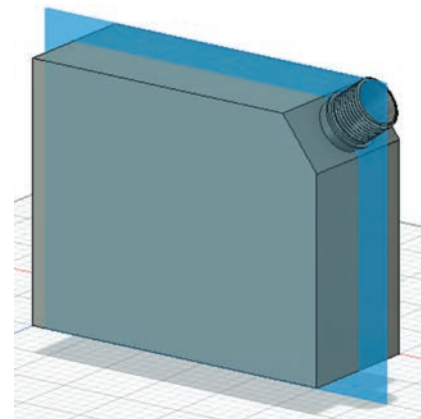

Рис. 53. Выбор вспомогательной плоскости
3.3. Теперь выберем вспомогательную плоскость (рис. 53).